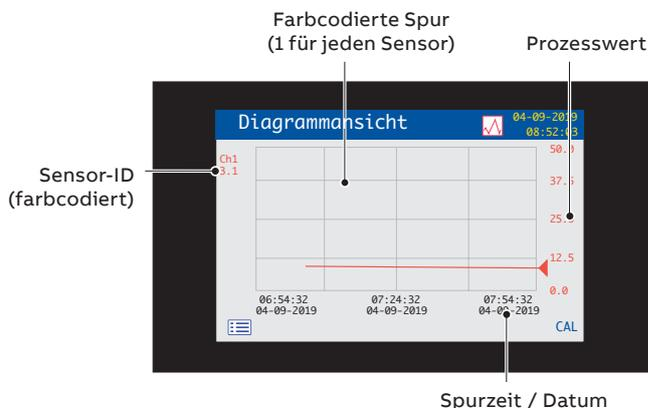

Abbildung 9 Diagrammansicht
- **Diagrammansicht** – zeigt die Sensormesswerte als eine Reihe farbcodierter Spuren an – siehe Abbildung 9